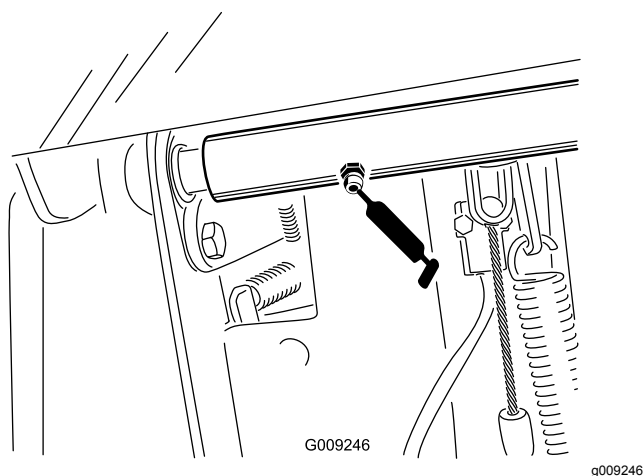

Figura 60
- Bielas do veio de articulação do pedal de travão (2) (Figura 60)